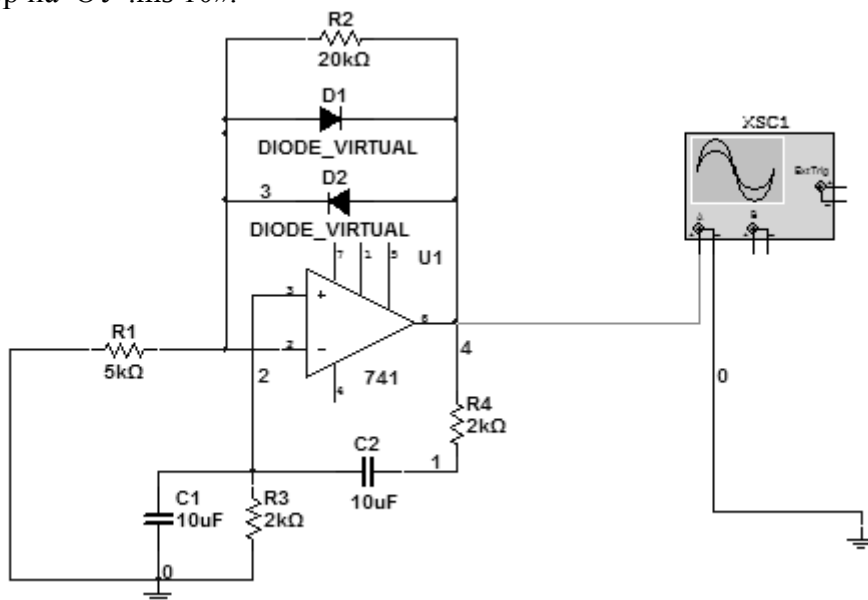

Рис. 2
5.1. Откройте схему RC-автогенератора (рис. 2). Для этого необходимо активизировать программу Multisim, выбрать папку «Электронная техника» и открыть файл «Генератор на ОУ.ms 10».